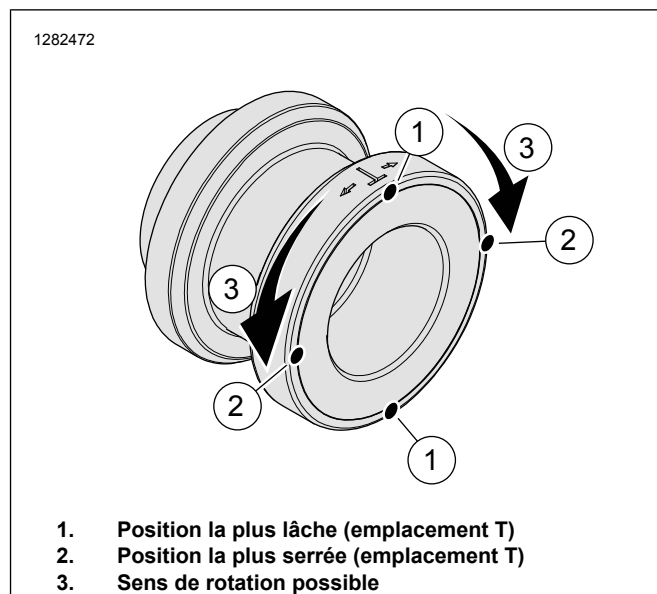

Figure 6. Méplats de galet d'ancrage
- a. Voir la figure 6. Pour ajuster, tourner (3) par petits incréments pour que le « T » (1) ne soit plus sur le dessus et qu'il s'approche de l'une ou l'autre des positions (2).
- c. Continuer la rotation par petits incréments et faire des essais jusqu'à ce que le niveau de serrage souhaité. La position de serrage maximal est atteinte lorsque les « T » atteignent la position (2).
3. Voir la figure 6. Si les « T » ne sont pas à la position la plus serrée (2), tourner légèrement les points d'ancrage, ce qui déplace les « T » vers (2) jusqu'à l'obtention d'un ajustement serré de l'accessoire amovible à chaque emplacement.